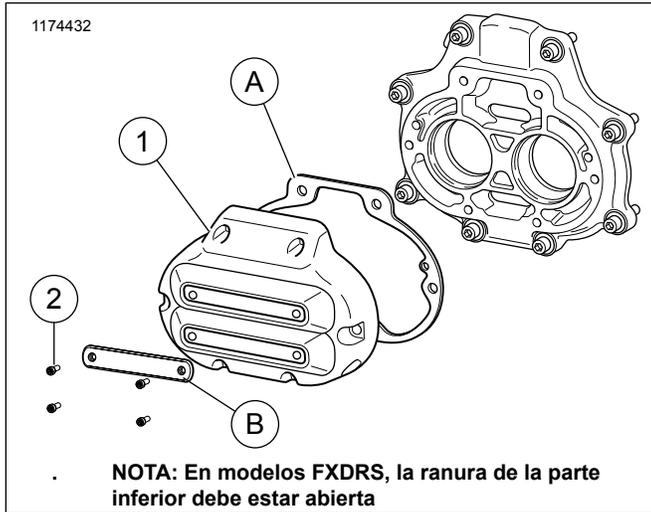

Figura 1. Cubierta de la transmisión
Vea Figura 1 y Tabla 1
4. Vea la Figura 1. Quite la cubierta de la transmisión (1).
6. Reemplace la junta (A).
7. Instale la cubierta de la transmisión (1). Apriete los tornillos (2) en la secuencia que se muestra en el manual de servicio.